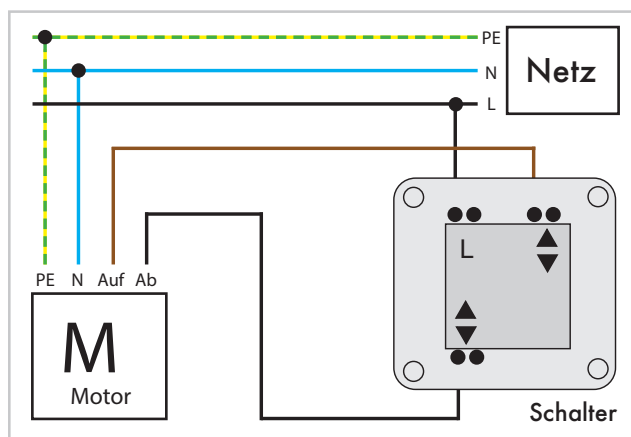

Abb. 2 - Anschluss Motor mit Jalousieschalter
- 2 Den Motor in Laufrichtung AUF mit Hilfe des Justierschalters in Bewegung setzen. Nachdem der Motor angefahren ist, die grüne Einstelltaste (Taste1, Abb.2) drücken und gedrückt halten bis die gewünschte obere Endlage erreicht ist. Durch Loslassen der grünen Taste bestätigen Sie den Endpunkt.
- 3 Nun den Motor in Laufrichtung AB mit Hilfe des Justierschalters in Bewegung setzen. Nachdem der Motor angefahren ist, die grüne Einstelltaste (Taste 1, Abb.2) drücken und gedrückt halten bis die gewünschte untere Endlage erreicht ist. Durch Loslassen der grünen Taste bestätigen Sie den Endpunkt.